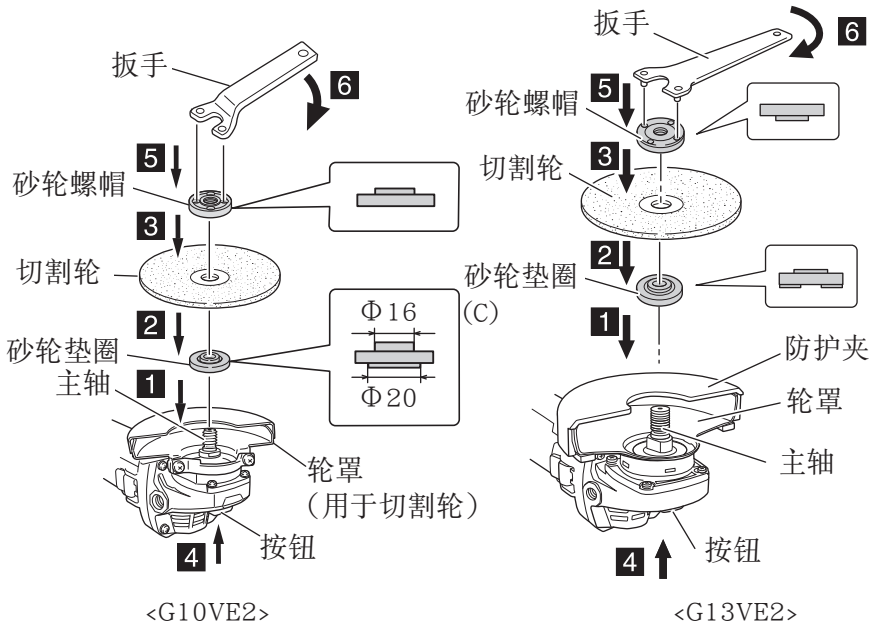

图 10
## 安装和拆卸切割轮（图 10）
#### 1. 组装（图 10）
- (1) 将角向磨光机的上部朝下，以使主轴朝上。
- (2) 将砂轮垫圈对准后放在主轴上，安装切割轮。
- (3) 如下图所示，将砂轮螺帽对准切割轮，从切割轮的上方安装到主轴。
- (4) 将砂轮螺帽拧在主轴上。
- (5) 用一只手按下按钮，同时用另一只手慢慢地转动砂轮以卡紧主轴。
- 如图 10 所示，用附带的扳手拧紧砂轮螺帽。